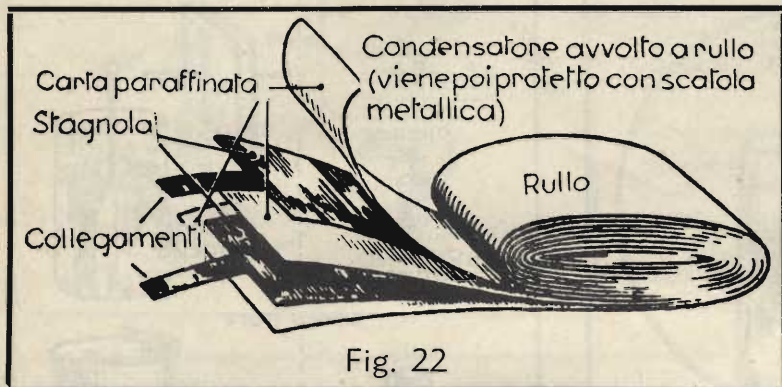

Fig. 22
*I condensatori a blocco di carta sono costituiti da nastri di carta paraffinata e di stagnola, arrotolati nel modo rappresentato nella fig. 22. La carta costituisce il dielettrico, e i nastri di stagnola le armature del condensatore. I rotoli o avvolgimenti finiti vengono collocati entro scatolette parallelepipedo*